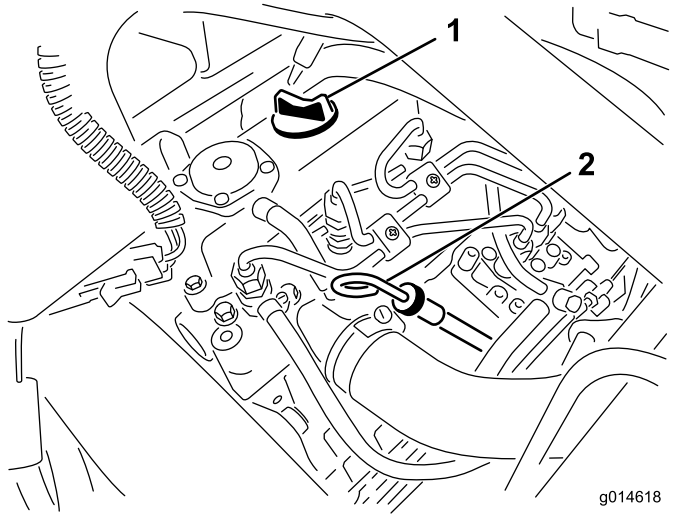

图25
2. 取出量油尺、用干净的抹布擦拭（图25）。将量油尺插入量油尺管道中、并确保它完全插入。从量油尺管道取出量油尺、查看油位。如果油位较低、请从气门室盖上拆下加油颈盖、然后缓慢添加足够机油、将油位水平提高到量油尺上的 Full（已满）标记。在此过程中应缓慢添加机油并不时检查油位。**切勿过量添加。**